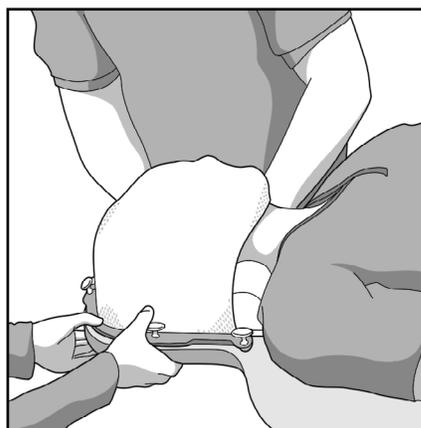

Abb. 5
2. Setzen Sie die Zapfen in die Bohrungen des Portrait-Einsatzes ein und drücken Sie alle Zapfen bis zum Einrasten ein (Abb. 5).